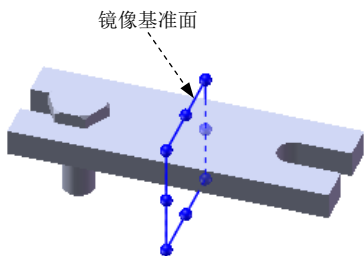

图 4.6.3 选取镜像基准面
Step3. 定义镜像基准面。在设计树中展开 **注解**，在其下方选取图 4.6.3 所示的“右视基准面”作为镜像平面。